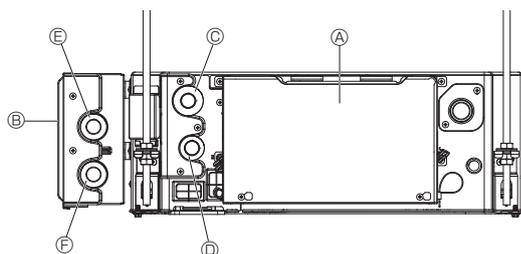

Fig. 4-10
1. Das Auslassrohr Ⓓ des Innengeräts mit einer Rohrleitung mit $\varnothing 22$ (vor Ort bereitzustellen) mit dem Einlassrohr Ⓔ des VENTILKIT verbinden. (Fig. 4-10)